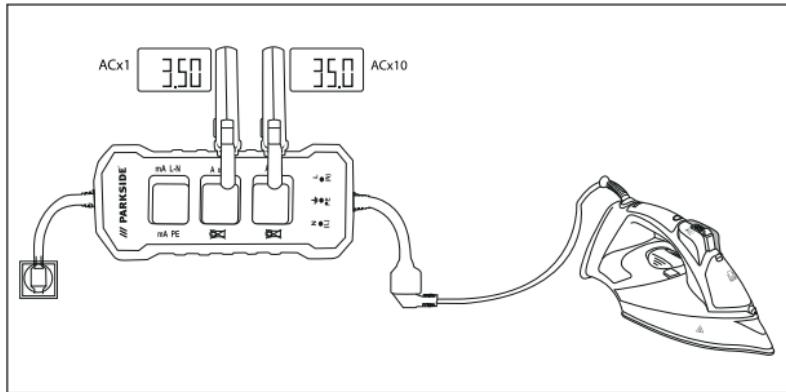

Abb. 1
- 4) Lesen Sie die Werte des Leistungsstroms am Ring **A x1 2** ab oder teilen Sie den abgelesenen Wert des Rings **A x10 3** durch 10 (siehe Abb. 1)